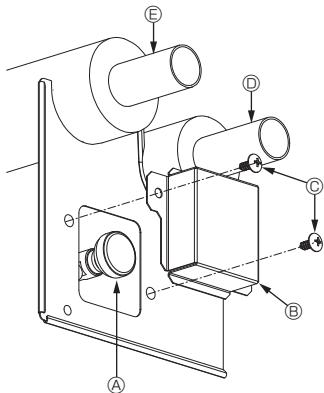

Fig. 7-1
7.2.2. Vanne de purge de l'appareil intérieur (Fig. 7-1)
- ① Retirez le couvercle de la vanne de purge d'air.
- ② Tournez le bouton de la vanne de purge d'air pour libérer l'air.